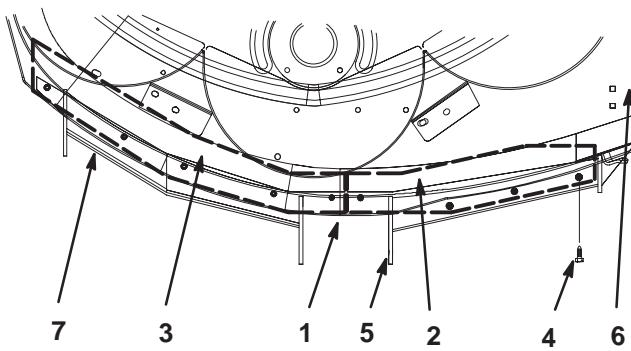

Bild 18
Hinweis: Alle Löcher für den Einbau der Ablenkbleche sind vorgebohrt (Bild 18).
7. Positionieren Sie die Ablenkbleche wie in Bild 18 dargestellt.
Hinweis: Die Ränder der Ablenkbleche müssen zwischen den Befestigungsbügeln der vorderen Walze zentriert sein (Bild 18).
8. Montieren Sie die Schrauben, und ziehen Sie diese fest (Bild 18).